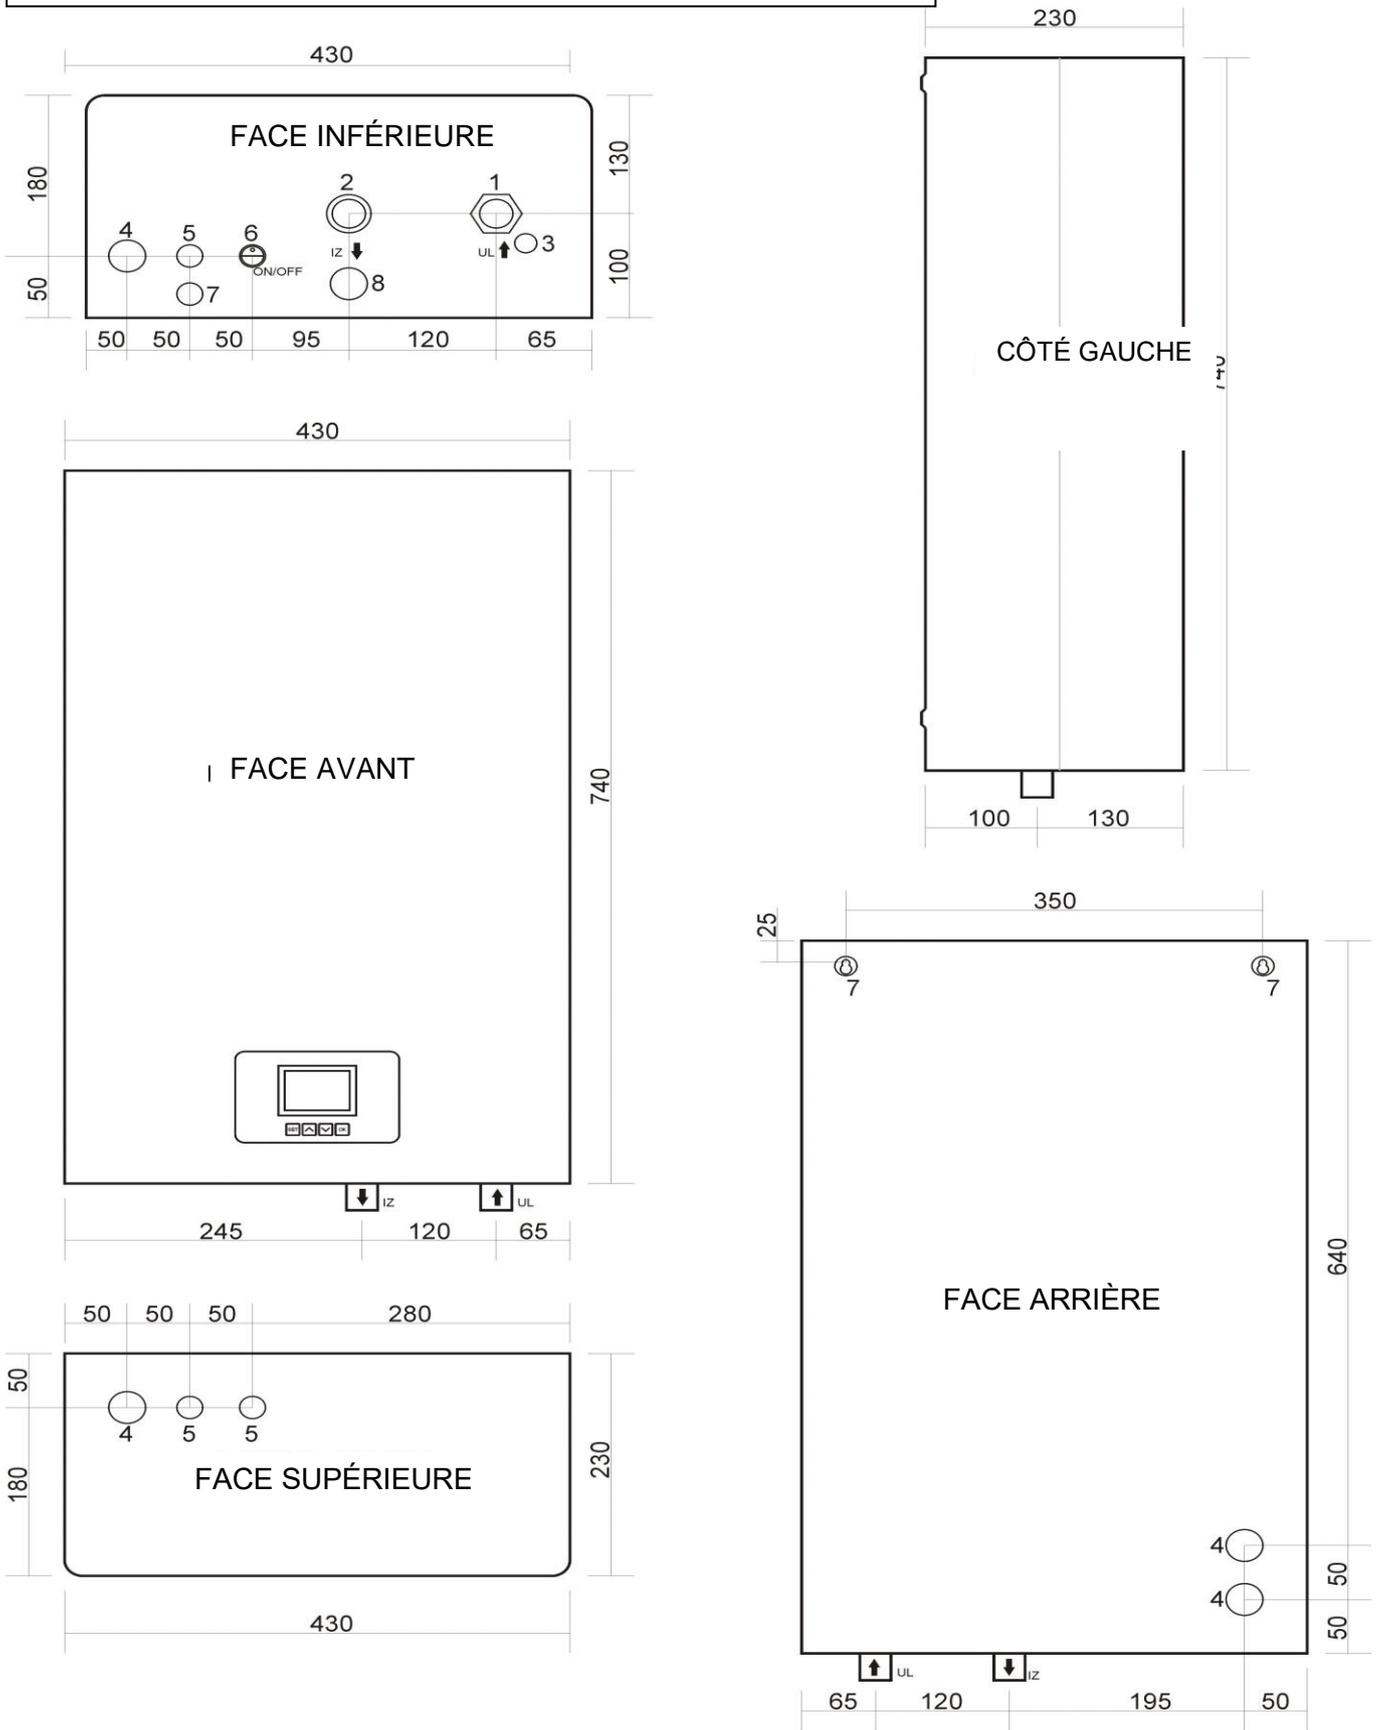

Figure 2 Dimensions et branchements
- Marquez la position des trous à percer pour le kit de montage en fonction des dimensions indiquées sur la figure 2.